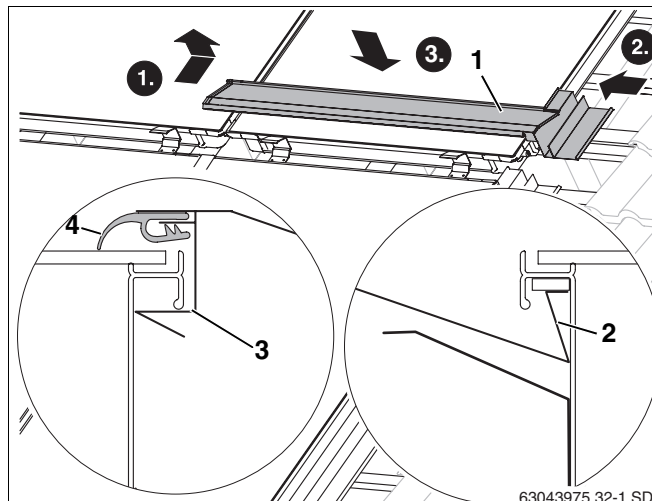

Fig. 51 Posa del primo profilo d'integrazione centrale
- ▶ Posizionare la piegatura verso l'alto del profilo d'integrazione nell'impugnatura del telaio dei collettori (fig. 51, **pos. 2**).
- ▶ Applicare il profilo d'integrazione centrale (fig. 51, **pos. 1**) al collettore inserendolo anche nel profilo laterale destro.
- ▶ Premendo sulla parte superiore del profilo d'integrazione, il profilo si incastra sotto l'impugnatura del telaio dei collettori (fig. 51, **pos. 3**).
- ▶ Disporre il bordo di gomma (fig. 51, **pos. 4**) sulla parte superiore del collettore e spostarlo in avanti.
- ▶ Premendo sulla parte superiore del profilo d'integrazione, il bordo si incastra sotto l'impugnatura del telaio dei collettori (fig. 51, **pos. 3**).